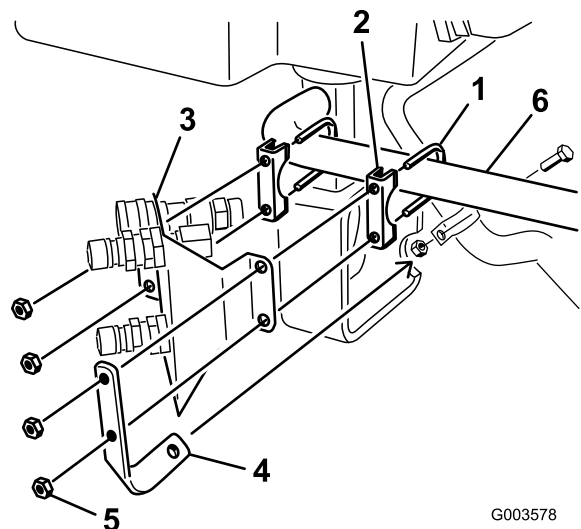

Figure 9
2. Montez la patte de retenue de flexible et le support de raccord sur les colliers du silencieux. Ne serrez pas les écrous à ce stade. Le support de raccord doit être desserré pour installer les conduites hydrauliques (Figure 9).